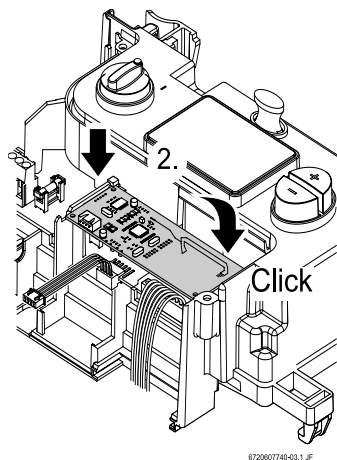

Fig. 5 Émetteur-récepteur de la télécommande
- Fixer la plaque électronique de l'émetteur-récepteur comme indiqué sur la Fig. 5.